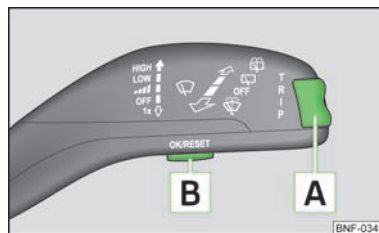

Abb. 6
Das Umschalten der Speicher erfolgt mit der Taste [B] » Abb. 6 am Scheibenwischerhebel.
Die Wipptaste [A] und die Taste [B] befinden sich am Scheibenwischerhebel » Abb. 6.
- Durch kurzes Antippen der Taste **[B]** » Abb. 6 den gewünschten Speicher wählen.
- Kurz auf die Wipptaste **[A]** » Abb. 6 oben oder unten drücken. Dadurch werden die einzelnen Funktionen der Multifunktionsanzeige nacheinander geöffnet.
- Die Taste **[B]** » Abb. 6 für länger als 1 Sekunde drücken.
- Die Wipptaste **[A]** » Abb. 6 oben oder unten drücken, um zur Anzeige der Uhrzeit zu wechseln.
Im Display erscheint die Fahrzeit, die seit dem letzten Löschen des Speichers vergangen ist » Seite 13. Wenn man die Fahrzeit von einem bestimmten Zeitpunkt an messen möchte, dann muss zu diesem Zeitpunkt der Speicher durch Drücken der Taste **[B]** » Abb. 6 auf null gesetzt werden.
Wenn man den durchschnittlichen Kraftstoffverbrauch für einen bestimmten Zeitraum ermitteln möchte, dann muss der Speicher bei neuem Messbeginn mit der Taste **[B]** » Abb. 6 auf null gesetzt werden. Nach dem Löschen erscheinen im Display auf den ersten ca. 300 m Fahrstrecke Striche.
Im Display erscheint die zurückgelegte Fahrstrecke, die seit dem letzten Löschen des Speichers » Seite 13 vergangen ist. Wenn man die Fahrstrecke von einem bestimmten Zeitpunkt an messen möchte, dann muss zu diesem Zeitpunkt der Speicher durch Drücken der Taste **[B]** » Abb. 6 auf null gesetzt werden.
Im Display wird die Durchschnittsgeschwindigkeit in km/h seit dem letzten Löschen des Speichers angezeigt » Seite 13. Wenn man die Durchschnittsgeschwindigkeit für einen bestimmten Zeitraum messen möchte, dann muss zu Beginn der Messung der Speicher mit der Taste **[B]** am Scheibenwischerhebel » Abb. 6 auf null gesetzt werden.
- Mit der Taste **A** » Abb. 6 am Scheibenwischerhebel den Menüpunkt **Warnung bei Geschwindigkeitsüberschreitung** wählen.
- Mit der Taste **A** » Abb. 6 den Menüpunkt **Warnung bei Geschwindigkeitsüberschreitung** wählen.